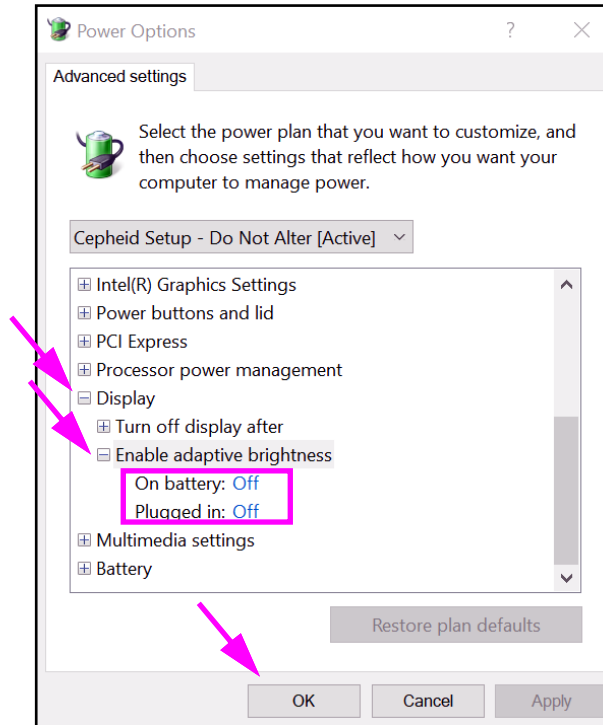

Abbildung 2-28. Fenster „Power Options – Advanced Settings (Display)“ (Energieoptionen – Erweiterte Einstellungen (Bildschirm))
- A. **Desktop-Computer:** Bestätigen Sie, dass der Wert **Setting (Einstellung)** auf Null (0) bzw. **Never (Nie)** eingestellt ist. Wenn dies nicht der Fall ist, ändern Sie den Wert **Setting (Einstellung)** auf Null (0) bzw. **Never (Nie)**.
- B. **Nur für Laptop-Computer:** Bestätigen Sie, dass die Werte **On battery (Akku)** und **Plugged in (Netzbetrieb)** auf **Never (Nie)** eingestellt sind. Ist dies nicht der Fall, klicken Sie auf **On battery (Akku)** und/oder **Plugged in (Netzbetrieb)** und setzen Sie dann mithilfe der Nach-Oben- bzw. Nach-Unten-Tasten die Werte der entsprechenden Option auf Null (0).
7. Doppelklicken Sie im Fenster „Power Options – Advanced Settings“ (Energieoptionen – Erweiterte Einstellungen) auf **Display (Bildschirm)**, um die Liste aufzuklappen, und anschließend auf **Enable adaptive brightness (Adaptive Helligkeit aktivieren)**. Siehe Abbildung 2-28.